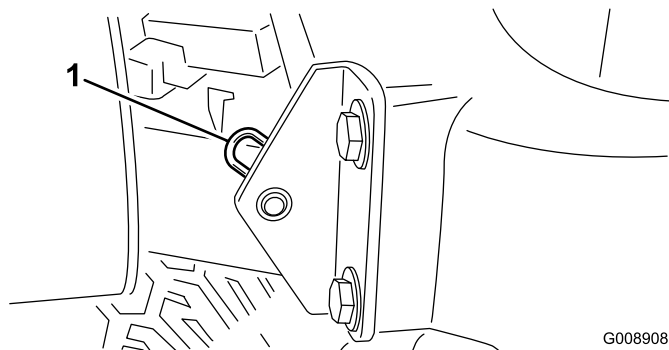

Figura 30
2. Togliete la coppiglia che fissa il perno del cofano alle staffe di montaggio (Figura 30).
Nota: I raccordi di ingrassaggio sono montati a paro sui rulli (Figura 30) e necessitano di un adattatore per l'ugello dell'ingrassatore a pressione. Per ottenerlo, ordinate il N° cat. 107-1998 presso il Distributore Toro autorizzato di zona.